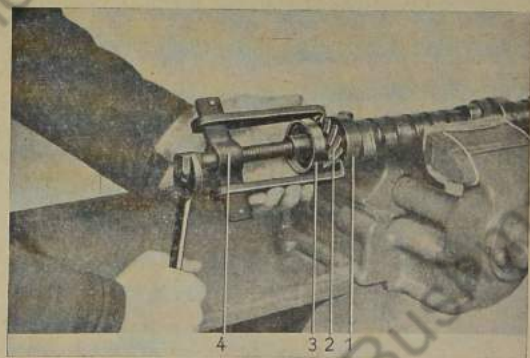

Bild 162: Schrägrad von der Nockenwelle abziehen
6. Schrägrad mit Abzieher Nr. 1060 von der Nockenwelle abziehen (Bild 162).